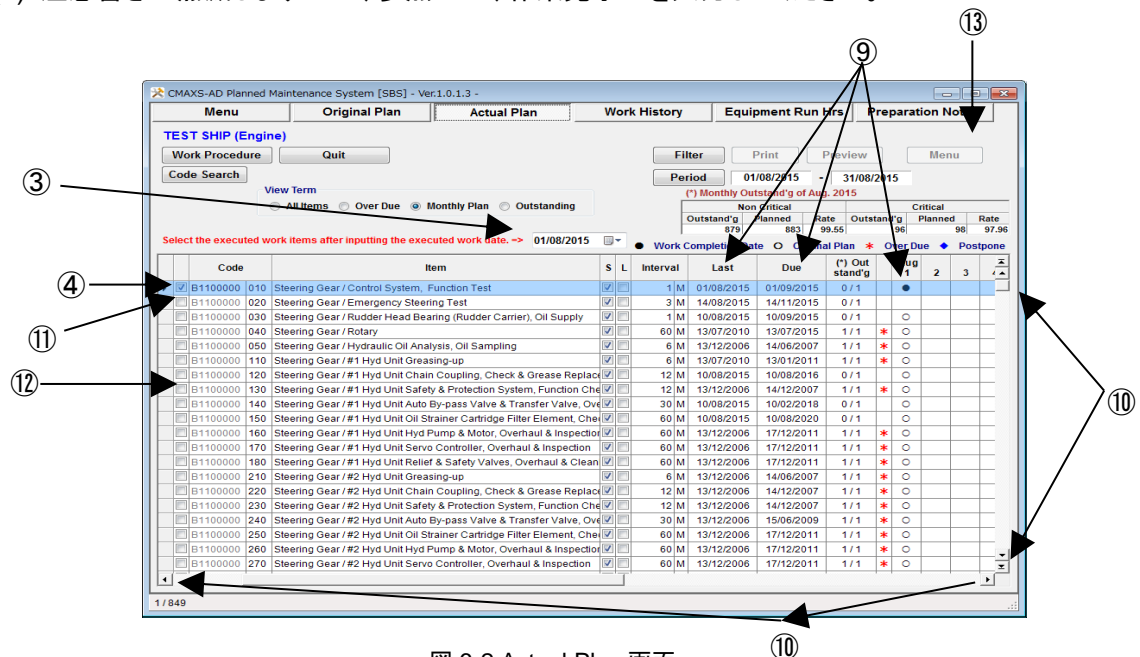

図 6-2 Actual Plan 画面
(2) "Actual Plan"画面(図 6-2)が表示されます。
(3) 注意書きが点滅しますので、参照の上、作業完了日を入力してください。